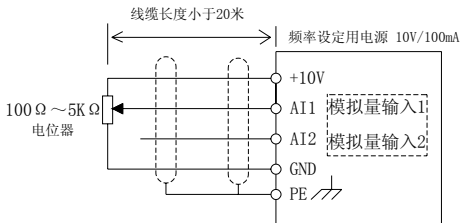
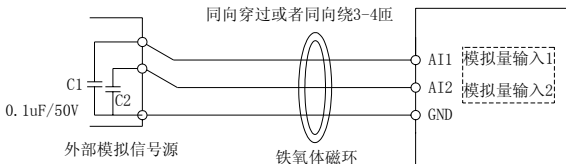

图 3-14 模拟量输入端子接线示意图
图 3-15 模拟量输入端子处理接线示意图
- 模拟电压信号特别容易受到外部干扰，所以一般需要用屏蔽电缆，而且接线距离尽量要短，应小于20m，如图 3-14 所示。如果某些场合，模拟信号受到严重的干扰，无法正常使用时，可以在模拟信号源侧加装滤波电容器或者铁氧体磁环，如图 3-15 所示。